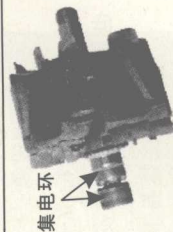

图2-4 集电环
③故障排除
④对集电环表面进行车削并磨合电刷，经装复后故障排除。集电环示意图如图2-4所示。